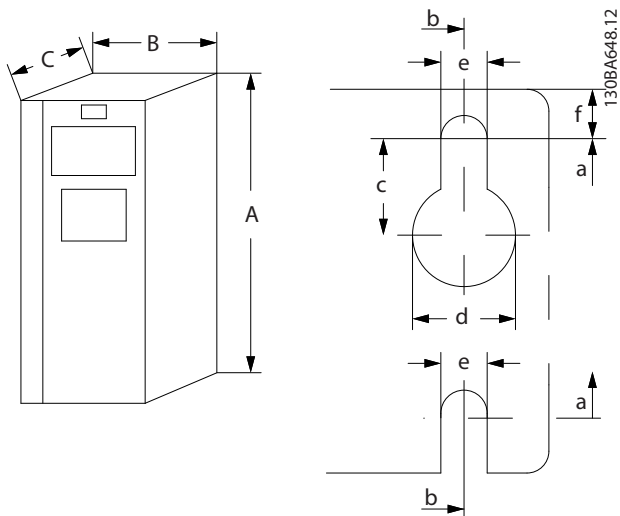
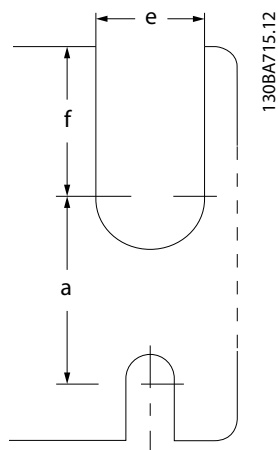

Bild 8.2 Övre och nedre monteringshål (se kapitel 8.9 Märkef-
Bild 8.3 Övre och nedre monteringshål (B4, C3 och C4)
1) Se Bild 8.2 och Bild 8.3 för information om övre och nedre monteringshål.